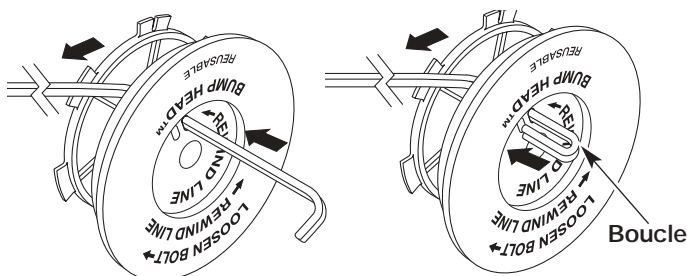

Fig. 30
- Découpez environ 6,1 m (20 pi) de fil neuf. Insérez une extrémité de fil dans l'un des deux trous du moulinet intérieur (Fig. 30). Tirez le fil jusqu'à ne laisser que 10 cm (4 po) environ.
- Insérez l'extrémité du fil dans le trou ouvert du moulinet et tirez sur le fil pour que la boucle soit le plus petit possible (Fig. 30).